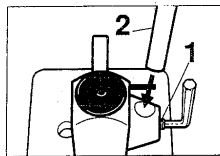
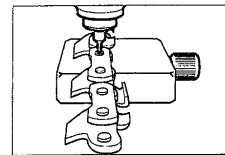

Abbildung 1
Abbildung 4
Das Entnietgerät wird bereits vollständig montiert geliefert. Lediglich der Hebel mit dem Handgriff muß noch angebracht werden. Lösen Sie dazu die Schraube (1) (Abbildung 1) unter Verwendung des mitgelieferten Schlüssels. Führen Sie den Hebel (2) wie auf Abbildung 1 gezeigt ein und ziehen Sie die Schraube (1) an.
Den Kopf der Niete unter dem Stempel ausrichten (Abbildung 4) und den Hebel (2) (Abbildung 1) nach und nach absenken, so daß die Niete austritt; dabei keine zu große Kraft ausüben.